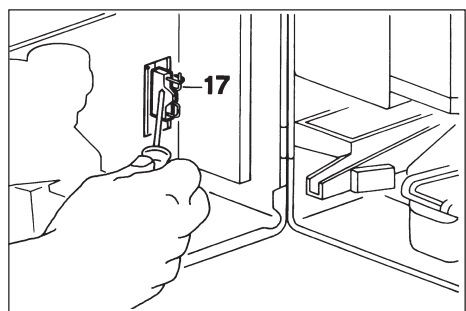

Fig. 32
- L'appareil est doté d'un programme automatique de lavage des bols mixeurs (Voir "Mode d'Emploi" du Programmateur 7P). Cette fonction peut être commandée en fermant le pont (17) prévu sur la carte électronique (Voir détail Fig. 32).